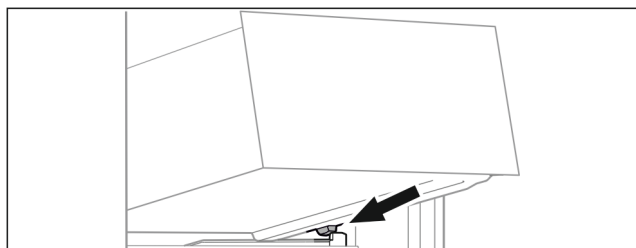

Fig. 65
- ▶ Nasadíte zásuvku šikmo za zarážkami na rebro nádoby. (pozri Fig. 65)